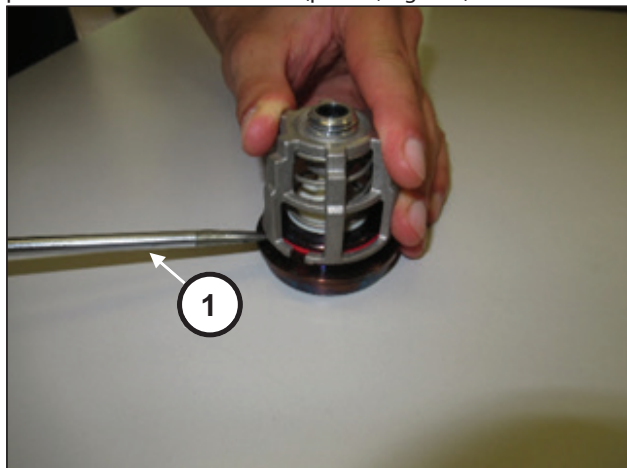

Fig. 146
Desmontar los grupos válvula de aspiración y envío haciendo palanca con una herramienta (pos. ①, Fig. 146).